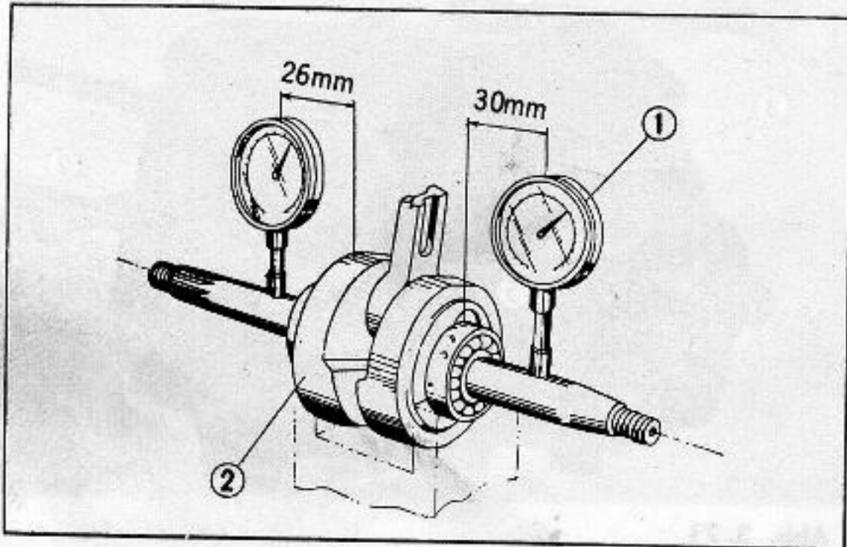

Abb. 3.74 Kurbelwellen-Exzentrizität messen
① Mitte ③ Meßuhr
② Kurbelwelle ④ Mitte
(1) Die beiden Kurbelwellenlager auf V-Blöcke aufsetzen und die Exzentrizität messen. (Abb. 3.74)